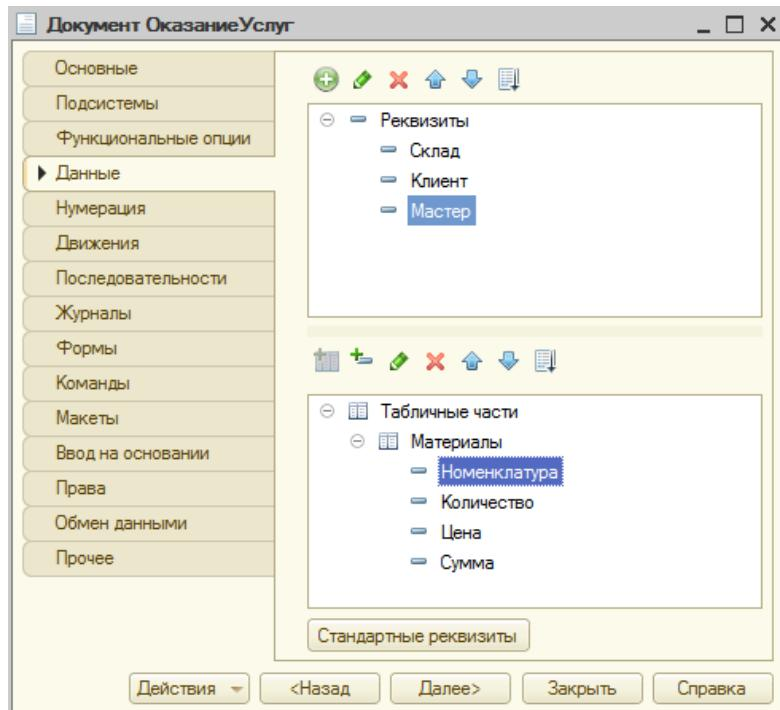

Рисунок 33 Создание документы «Оказание услуг»
- На вкладке «**Данные**» в существующей табличной части **Материалы** измените реквизит табличной части: имя реквизита **Материал** на имя – **Номенклатура**, тип – СправочникСсылка.Номенклатура. Реквизиты **Количество**, **Цена**, **Сумма** – остаются (рис. 33).